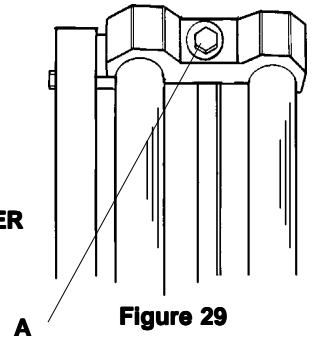

Figure 29
1. Loosen the bolts in the **UPPER** and **LOWER BRACKETS. (A)** In **Figures 29** and **30**.
2. Slide the **LEFT TUBE (B)** up out of the **LOWER BRACKET** until it is above the **CUTTING HEAD (C)**. Rotate the **CUTTING HEAD** around the **RIGHT TUBE (D)** and lower the **LEFT TUBE BACK** into the **LOWER BRACKET**.
1. Lösen Sie die Bolzen in den **oberen** und **unteren HALTERUNGEN, (A)** IN **Abbildung 29** und **30**.
2. Schieben Sie das **linke Rohr (B)** nach oben aus der unteren **Halterung**, bis es über den **Schneidekopf (C)** ist. Drehen Sie den **Schneidekopf** um das **rechte Rohr (D)** schieben Sie das **linke Rohr** wieder zurück in die **untere Halterung**.
1. Desserrez les boulons dans les **BRIDES DE FIXATION SUPÉRIEURE ET INFÉRIEURE. (A)** Voir les **Figures 29 et 30**.
2. Faites glisser le **TUBE GAUCHE (B)** vers le haut pour le retirer du **SUPPORT INFÉRIEUR** jusqu'à ce qu'il se trouve au dessus de la **TÊTE DE COUPE (C)**. Faites pivoter **LA TÊTE DE COUPE** autour du **TUBE DROIT (D)** et rabaissez le **TUBE GAUCHE** dans **LA BRIDE DE FIXATION INFÉRIEURE**.